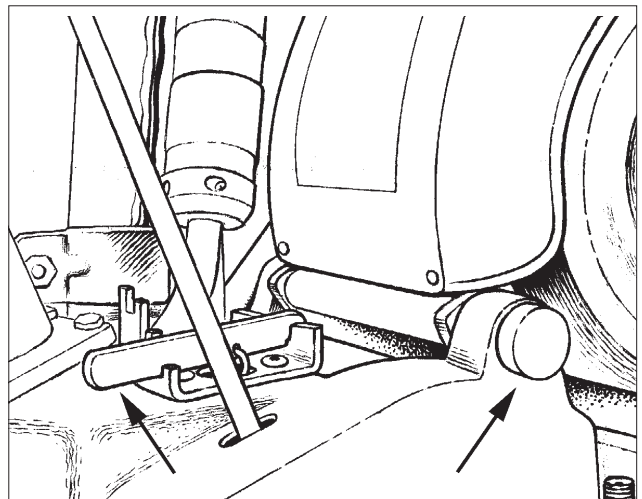

Figure 16
Vous avez le choix entre trois (3) types de pression : élevé, moyenne et légère. Plus la position est basse et plus la pression est élevée. Pour modifier les paramètres, soulevez le levier et déplacez-le dans la position désirée. (voir figure 16).
| Signes de brûlure ou fini lustré. | Surface abrasive usée. Pression de ponçage excessive. Abrasif de la bande trop fin. | Remplacer le papier abrasif. Réduire la pression de ponçage (Fig. 16, page 55). Utiliser une bande avec un abrasif plus grossier. |
| Ponçage lent. | Surface abrasive usée. Abrasif de la bande trop fin. Pression de ponçage insuffisante. | Remplacer le papier abrasif. Utiliser une bande avec un abrasif plus grossier. Augmenter la pression de ponçage (Fig. 16, page 55). |